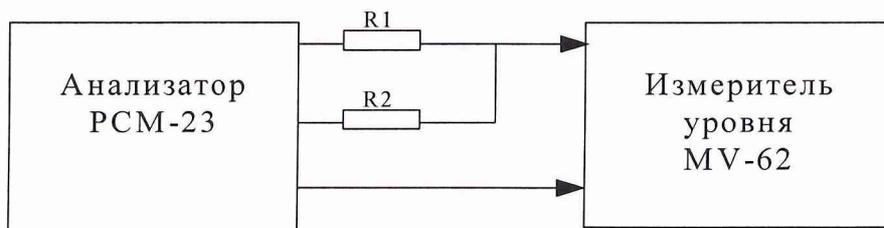

Рис.8.2
8.3.2.1. Определение асимметрии производится с помощью двух прецизионных резисторов $R_1 = R_2 = 300 \text{ Ом}$ (подбираются так, чтобы их разность была менее 0,1 %) и измерителя уровня MV-62 (рис.8.2).